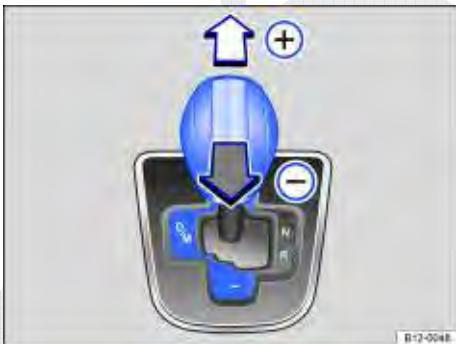

Fig. 89 Alavanca seletora na posição Tiptronic.
- Mover a alavanca seletora para frente (+) ou para trás (-) para aumentar ou reduzir a marcha ⇒ *Fig. 89*.